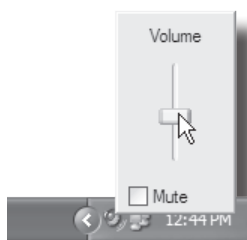

Figura 9
4. Ajuste el volumen de salida haciendo clic en el icono de altavoz que aparece en la esquina inferior derecha (Figura 9).